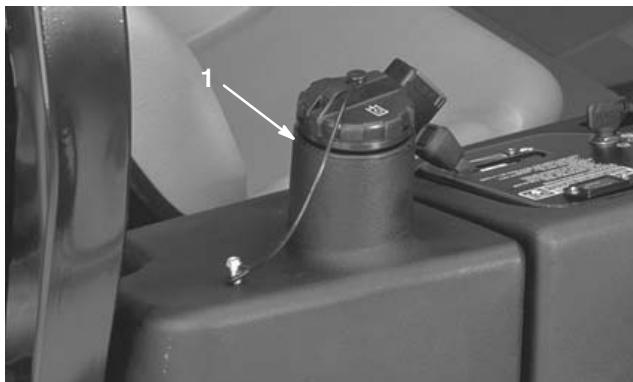

Figure 56
- Versez approximativement 13,2 l d'huile hydraulique dans le réservoir (Fig. 56) (voir Contrôle du système hydraulique, page 20).